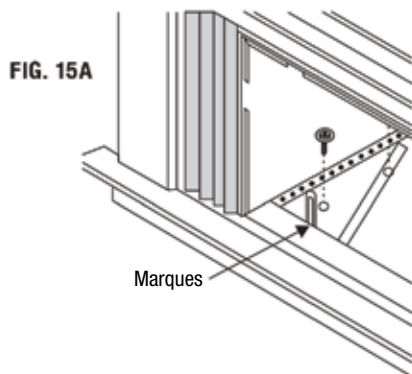

FIG. 15A
1. Maintenez chaque patte de support au ras de l'extérieur de l'appui de la fenêtre et serrez au bas du caisson comme indiqué à la Fig. 15A. Marquez les supports au niveau supérieur de l'appui et retirez-les.